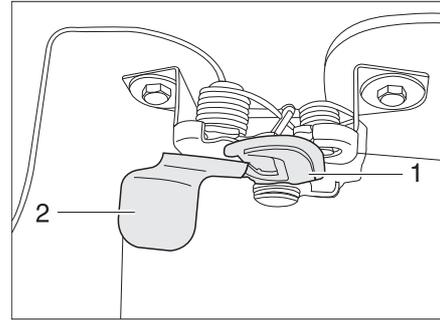

Bild 24 Entriegelungshebel Motorhaube außen
- Mit einer Hand unter die Motorhaube greifen und den Sicherungshaken (Bild 24,1) betätigen. Dazu hinter die Platte (Bild 24,2) greifen und die Platte nach vorn ziehen.